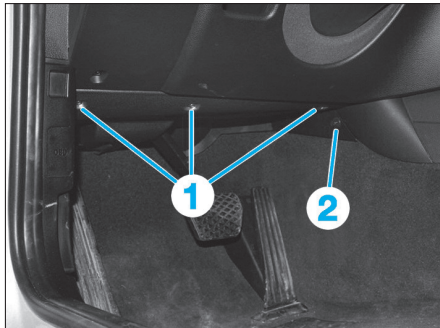

Fig. 52
- Déposer les vis (1) et l'agrafe (2) (Fig.52).